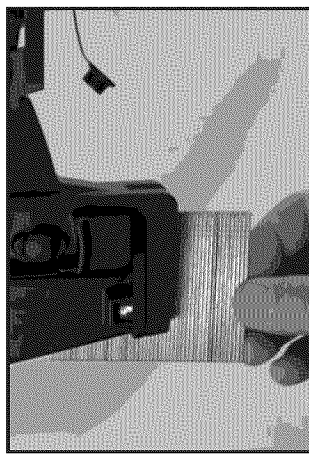

Figura 5-Inserte la tira de clavos
- Inserte la tira de clavos en la ranura ubicada en la parte posterior del depósito alimentador. (Ver la figura 5)